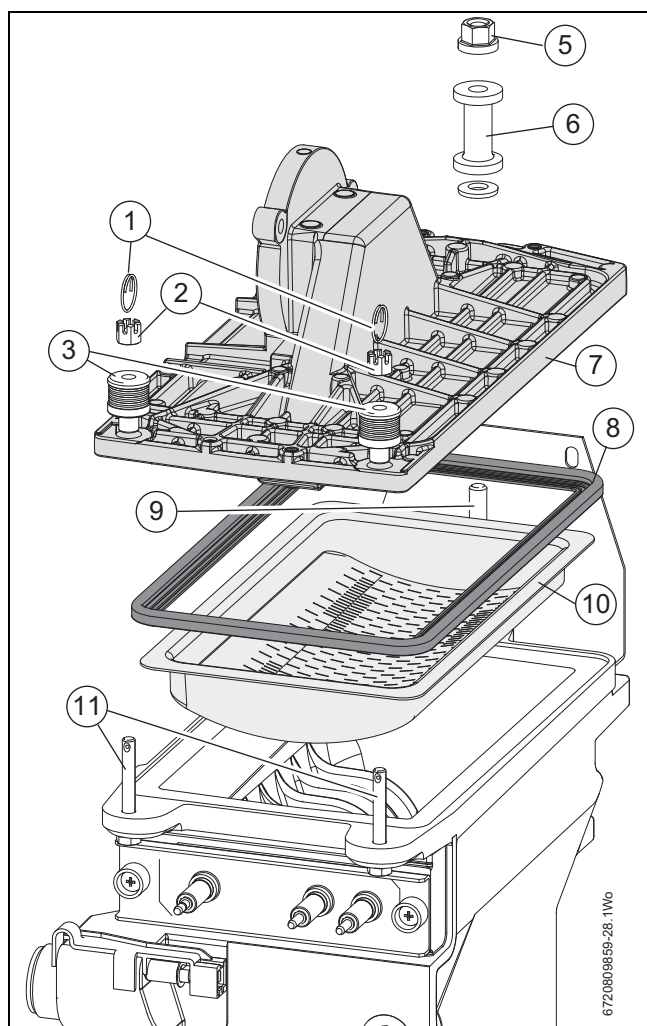

Рис. 60 Удаление горелки
- ▶ Чтобы прикрепить крышку горелки к теплообменнику, установите шайбы/пружину [3] и корончатую гайку [2] (см. рис. 60) на шпильки [11].